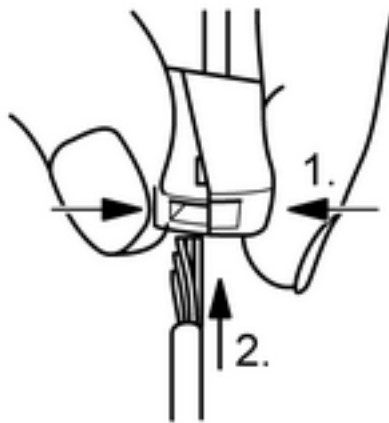

Figura 6: Conexión del conductor de hilo fino
- Presionar el borne por el lado con la abertura cuadrada y conectar el conductor de hilo fino (figura 6).